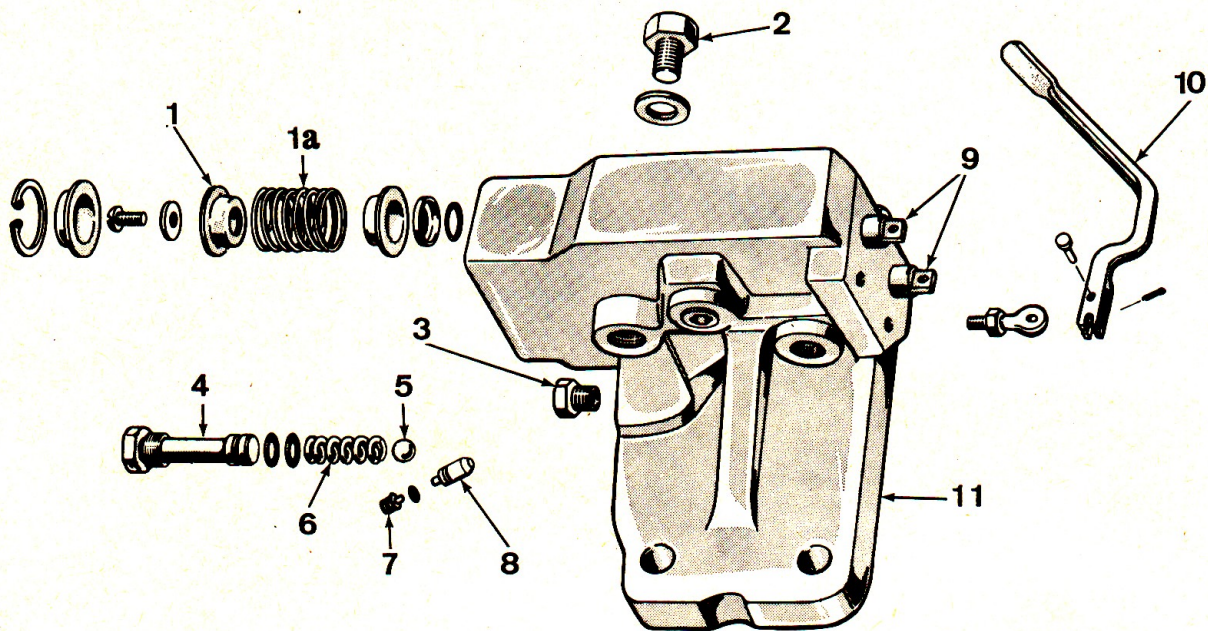
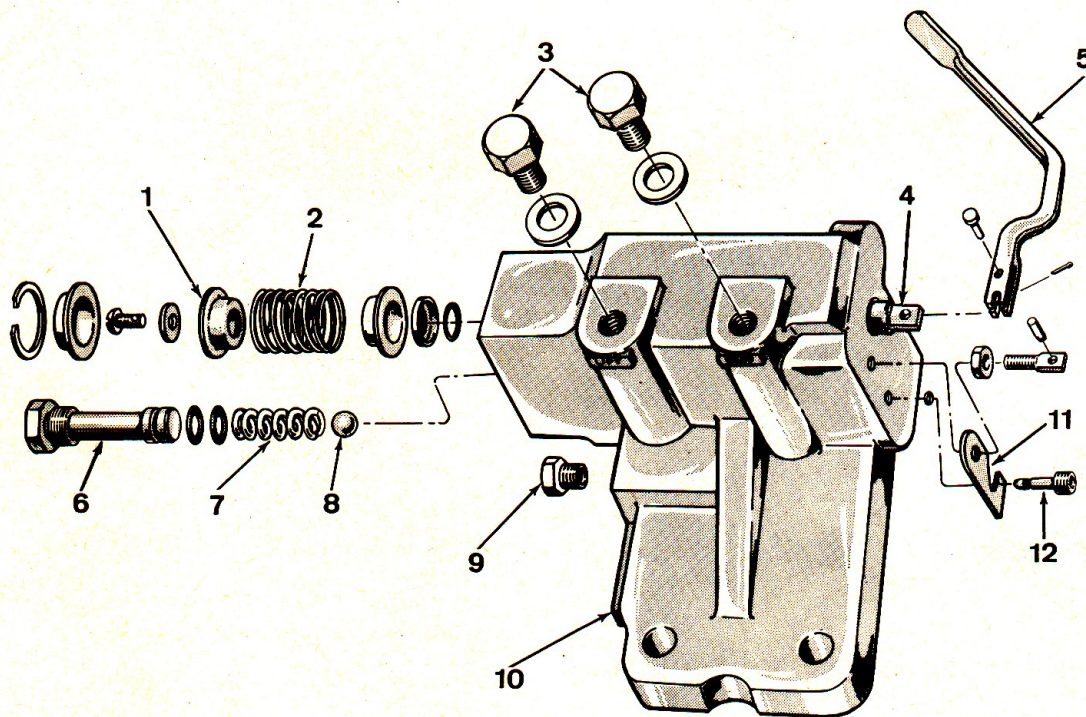

Fig. 6: Vue éclatée (Boîte de distribution hydraulique 309 706)
Fig. 7: Vue éclatée (Boîtes de distribution hydraulique 309 673 et 309 725)
Etudier soigneusement les vues éclatées de la boîte de distribution avant de procéder à son démontage. Etudier la forme et l'emplacement des pièces pour faciliter la révision des boîtes de distribution. Voir fig. 6 (Boîtes de distribution à tiroirs doubles) et fig. 7 (Boîtes de distribution à tiroir unique).
1. Desserrer suffisamment l'écrou de blocage pour permettre le dégagement du frein pivotant (voir fig. 7).